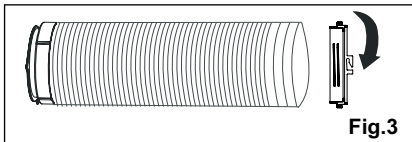

Fig.3
2. Étendez l'autre côté du tuyau et vissez-le au connecteur B (fig. 3).